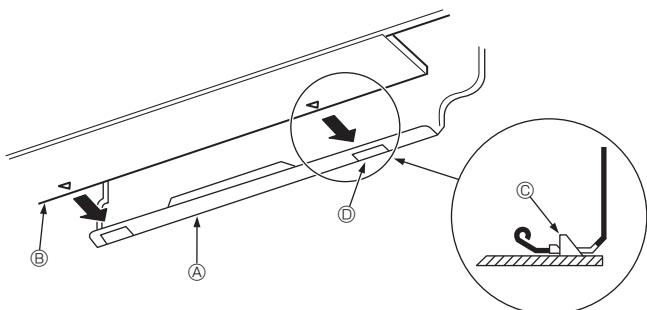

Fig. 3-15
- För in kylmedelsrören och dräneringsslangen i väggens genomträgningshål (genomträgningshylsa) och häng samtidigt toppen av inomhusenheten på monteringspanelen ①.
- Fäst genom att skjuta på den nedre delen av inomhusdelen på monteringspanelen ①. (Fig. 3-15)
* Kontrollera att knapparna på botten av inomhusenheten är säkert fasthakade på monteringspanelen ①.